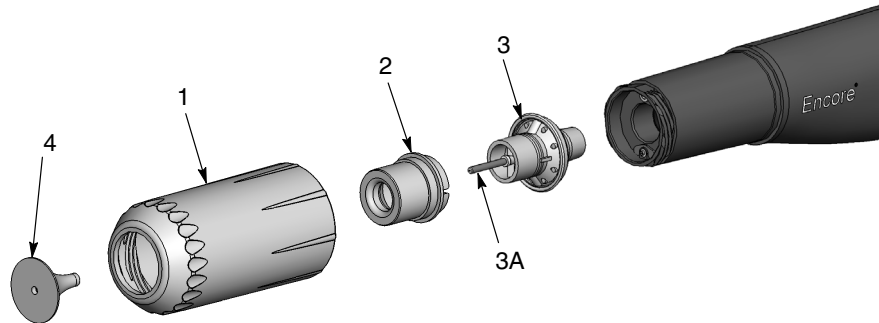

Figura 8 Cambio de deflectores y boquillas cónicas opcionales
1. Ver la figura 8. Para cambiar el deflector (4), retirarlo suavemente del conjunto de electrodo (3). Al instalar el deflector en el conjunto de electrodo, tener cuidado de no doblar el cable del electrodo.
2. Para cambiar la boquilla entera, desenroscar la tuerca de la boquilla (1) en sentido antihorario.
3. Retirar la boquilla cónica (2) del conjunto de electrodo.